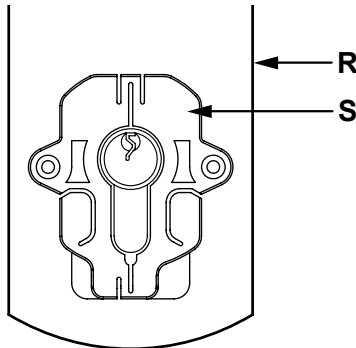

Abb. 6: Befestigungssockel mit Türblatt
| Abb. 6: | Befestigungssockel mit Türblatt | 10 |
- Lösen Sie die Schrauben (**A**) zum Befestigungssockel (**S**) (s. Abbildung 6) links und rechts am Türschlossantrieb mithilfe des im Lieferumfang enthaltenen Innensechskantschlüssels.